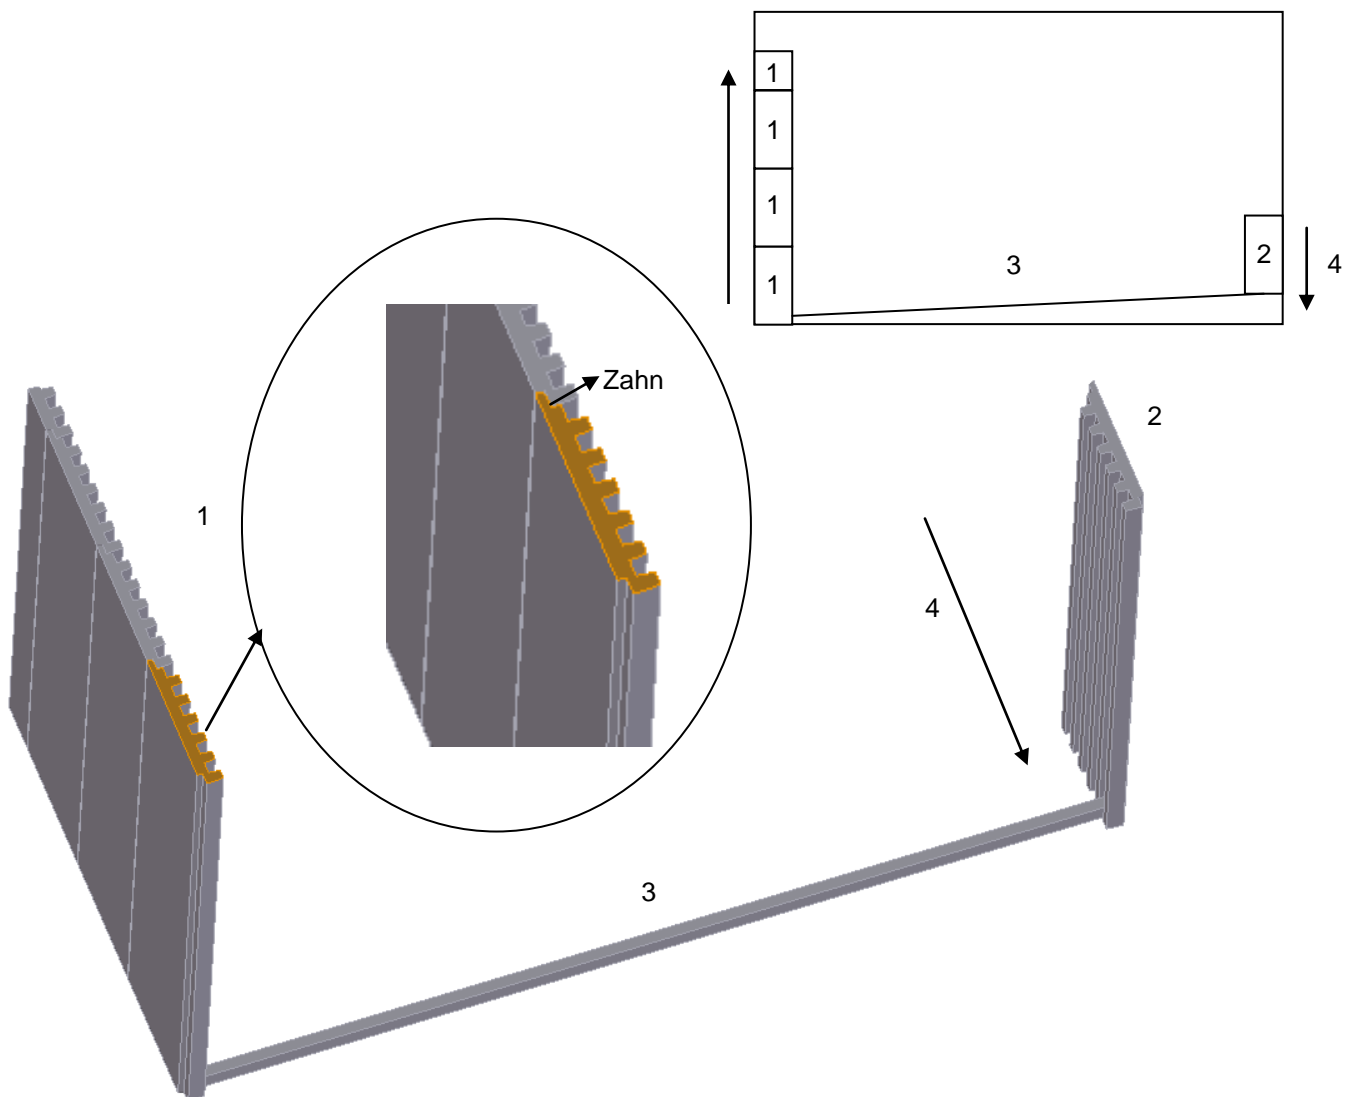

Abbildung 4
- Das Gusseisen besteht aus verschiedenen Teilen mit Zahn und Nut. Beginnen Sie links und rechts stets mit dem kleinen Stück (Abbildung 4).